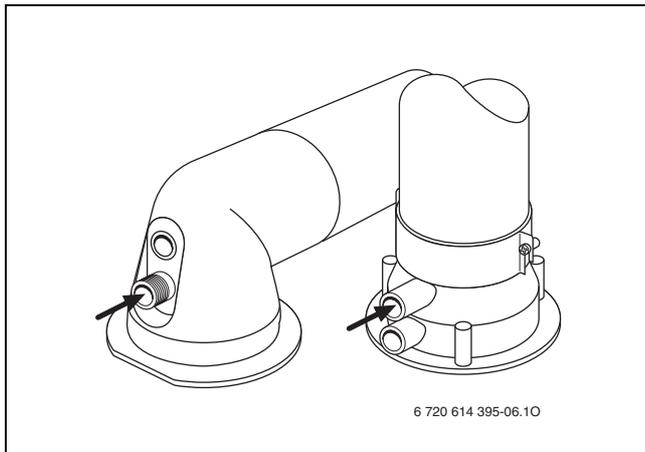

Fig. 43
- ▶ Rimuovere il tappo dalle prese di analisi combustione (→ fig. 43).